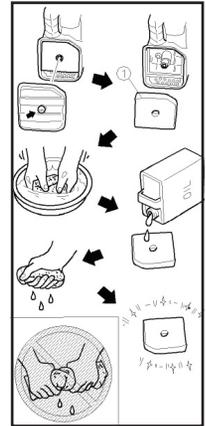

Рис. 11
- Снимите крышку корпуса (для моделей ННУ 1050Si, ННУ 2050Si, ННУ 3050Si, ННУ 9050Si и ННУ 10050Si) и извлеките фильтрующий элемент (1, рис. 11).